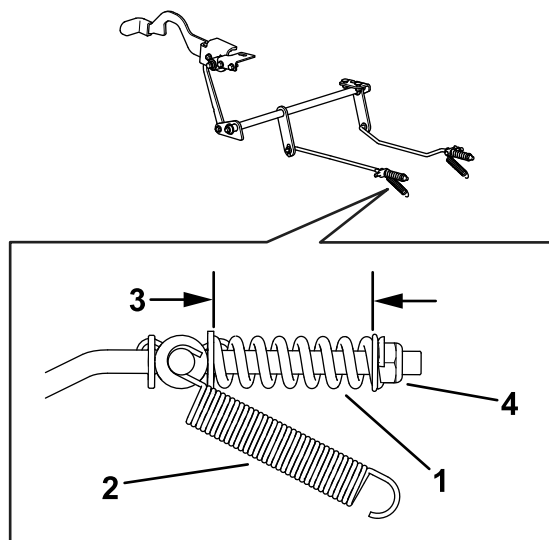

Figure 68
8. Contrôlez les deux longueurs de ressort comme montré à la Figure 68. Si un réglage est nécessaire, tournez l'écrou de maintien du ressort dans le sens horaire pour raccourcir le ressort, et dans le sens antihoraire pour l'allonger. Répétez l'opération 6.